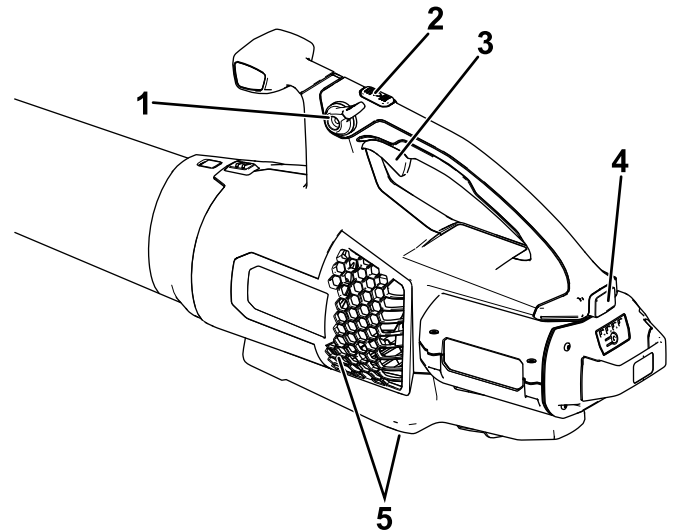

Bild 4
4. Drücken Sie den Auslöser für variable Geschwindigkeit, um den Laubbläser anzulassen (Bild 4).
**Hinweis:** Aktivieren Sie die Geschwindigkeitssperre, damit die Maschine läuft, ohne dass Sie den Auslöser für die variable Geschwindigkeit drücken müssen (Bild 4).
Um maximale Leistung (Luftgeschwindigkeit) zu erreichen, drücken Sie den Auslöser für variable Geschwindigkeit vollständig herunter und halten Sie dann die Turbotaste für die gewünschte Dauer gedrückt (Bild 4).
Stellen Sie mit dem Auslöser für die variable Gebläsestärke die Luftgeschwindigkeit ein (Bild 4).
Aktivieren Sie die Geschwindigkeitssperre, um die aktuelle Gebläsestärke beizubehalten (Bild 4).
Deaktivieren Sie die Geschwindigkeitssperre (falls verwendet) und lassen Sie den Auslöser für die variable Geschwindigkeit los, um den Laubbläser abzustellen (Bild 4).